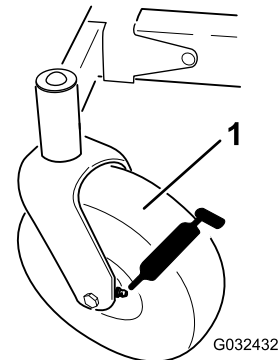

Figura 33
3. Limpie los engrasadores (**Figura 33**) con un trapo.
4. Conecte una pistola de engrasar a cada engrasador (**Figura 33**).